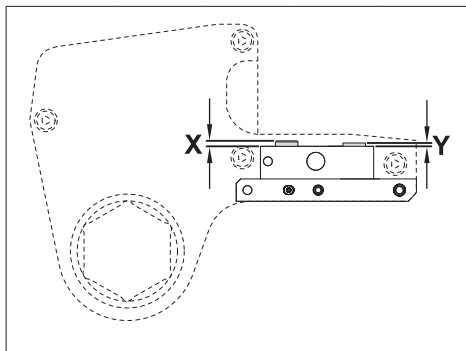

图 21
- 检查动力头定位销（K10）和失效安全定位销（K11）的高度是否合适。见图 21，尺寸“X”和“Y”。